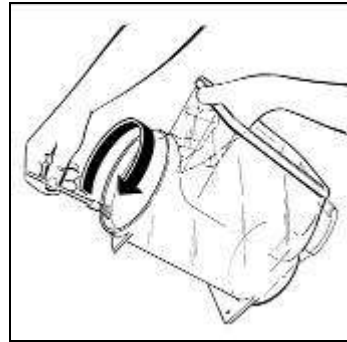

Fig. 15
- **L**ubrifier la partie postérieure du bac à l'endroit où celui-ci adhère avec son joint d'étanchéité (voir figure 15) ;